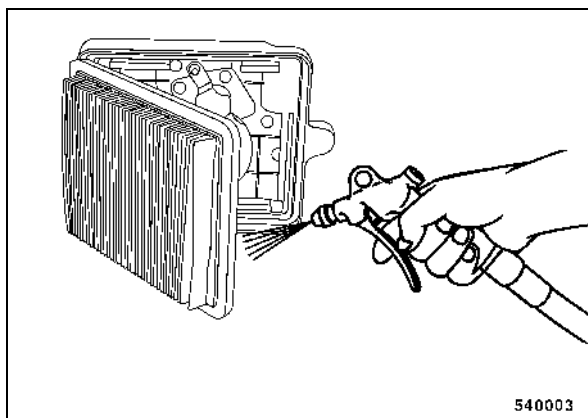

fig. 63
- Lors d'un encrassement par de la poussière fine et sèche, nettoyer le filtre en soufflant l'air comprimé du côté air propre (fig. 63).